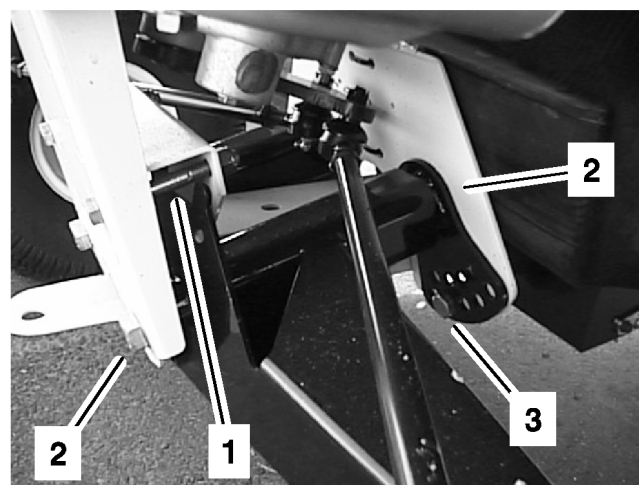

Figura 42
- Rimuovete il bullone limitatore della corsa (Figura 42).
- Allentate i bulloni di centraggio sul telaio ad A anteriore (Figura 42).
- Rimuovete il bullone di regolazione dell'altezza di marcia (Figura 42).
- Girate il telaio ad A anteriore nella posizione opportuna (vedere la nota in calce) e rimontate il bullone di regolazione dell'altezza di marcia (Figura 42).
7. Rimontate il bullone limitatore della corsa (Figura 42).